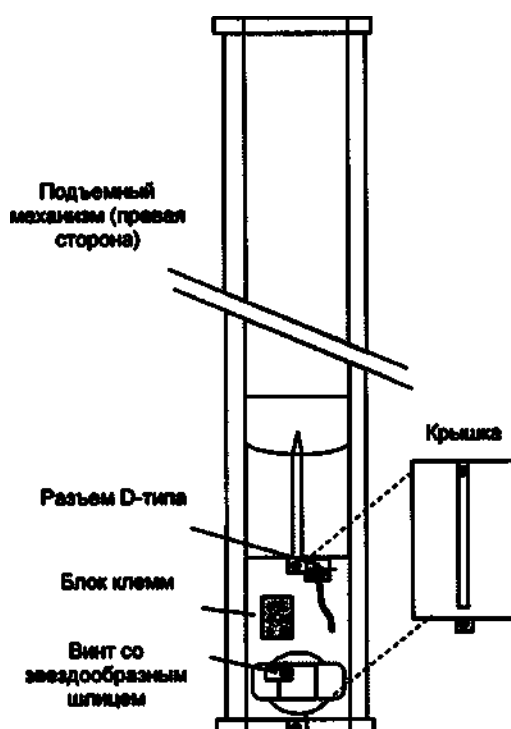

Рис. 13
- А. С правой стороны прибора: удалите два винта с крестообразным шлицем, удерживающие крышку на корпусе Подъемного механизма, и снимите крышку (см. Рис. 13).